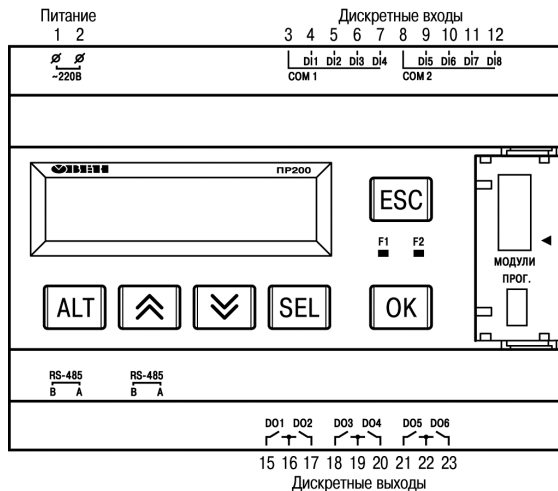

Рисунок 4.1 – Вид лицевой стороны ПР200 (крышка условно не показана)
4.1.2 Корпус прибора имеет ступенчатую трехуровневую форму. На лицевой (передней) плоскости корпуса расположены элементы индикации и управления, на задней поверхности корпуса расположены защелки крепления прибора на DIN-рейке. **На верхних и нижних ступенчатых поверхностях** корпуса размещены разъемные соединения прибора (клеммники), через которые осуществляется подключение исполнительных механизмов, дискретных и аналоговых датчиков, линий связи RS485 и других внешних связей (см. рисунок 4.1).